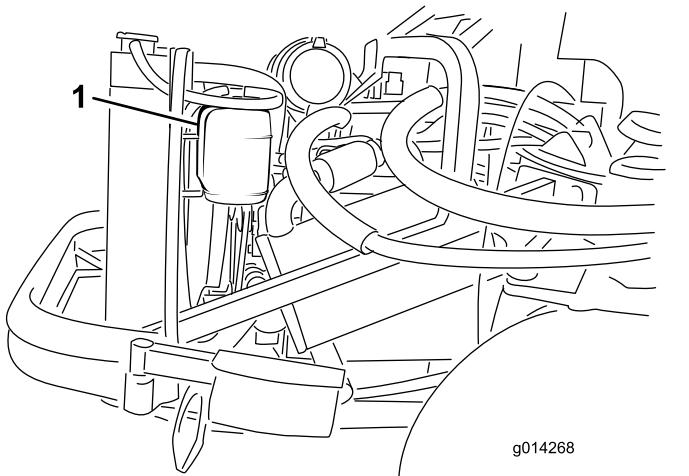

Figura 41
1. Verifique o nível de líquido de arrefecimento do depósito secundário (Figura 41). Este deve situar-se entre as marcas existentes no exterior do depósito.